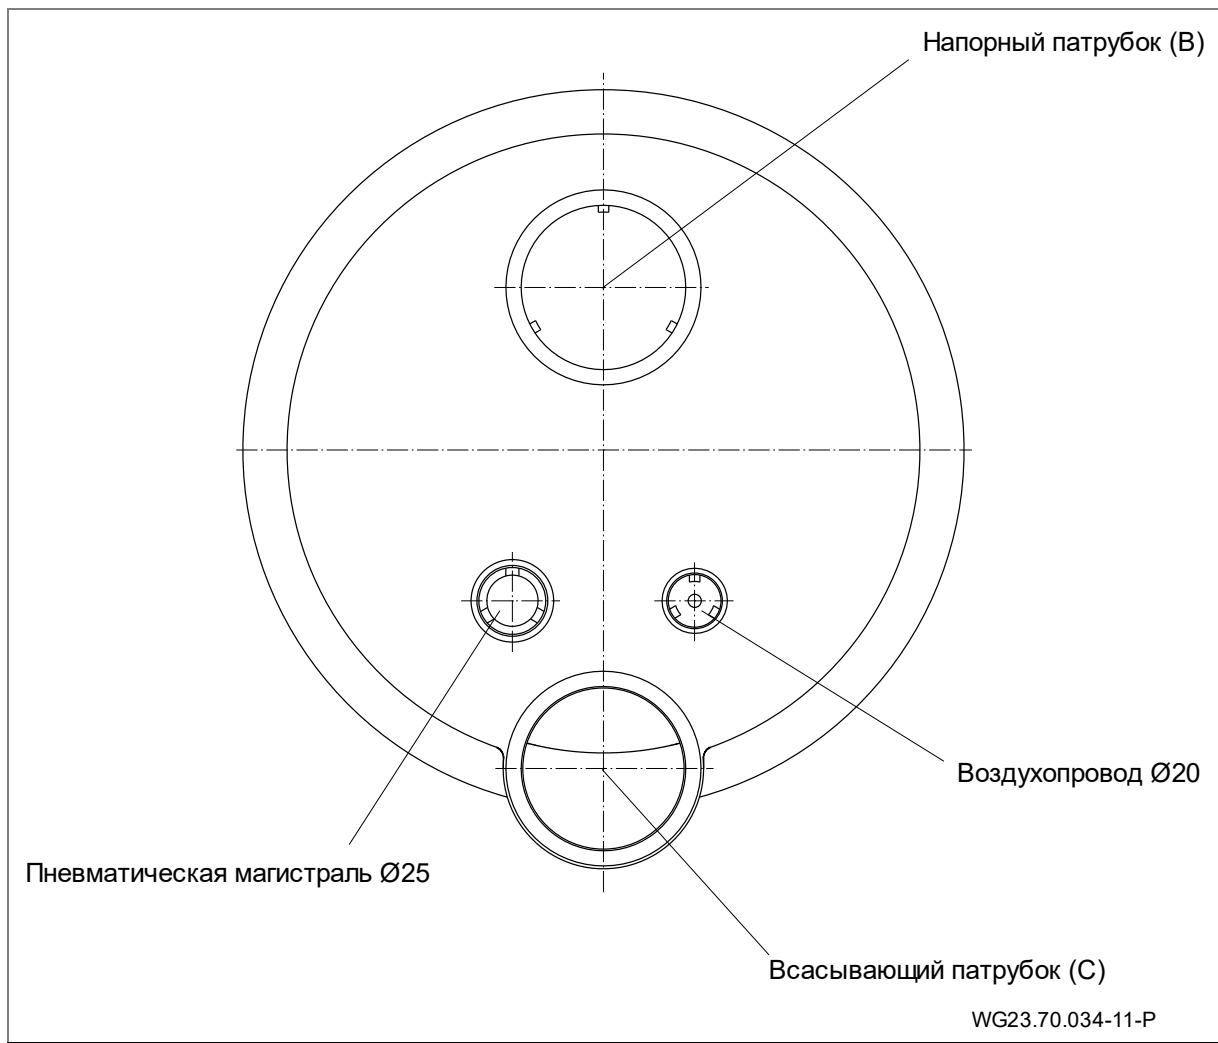
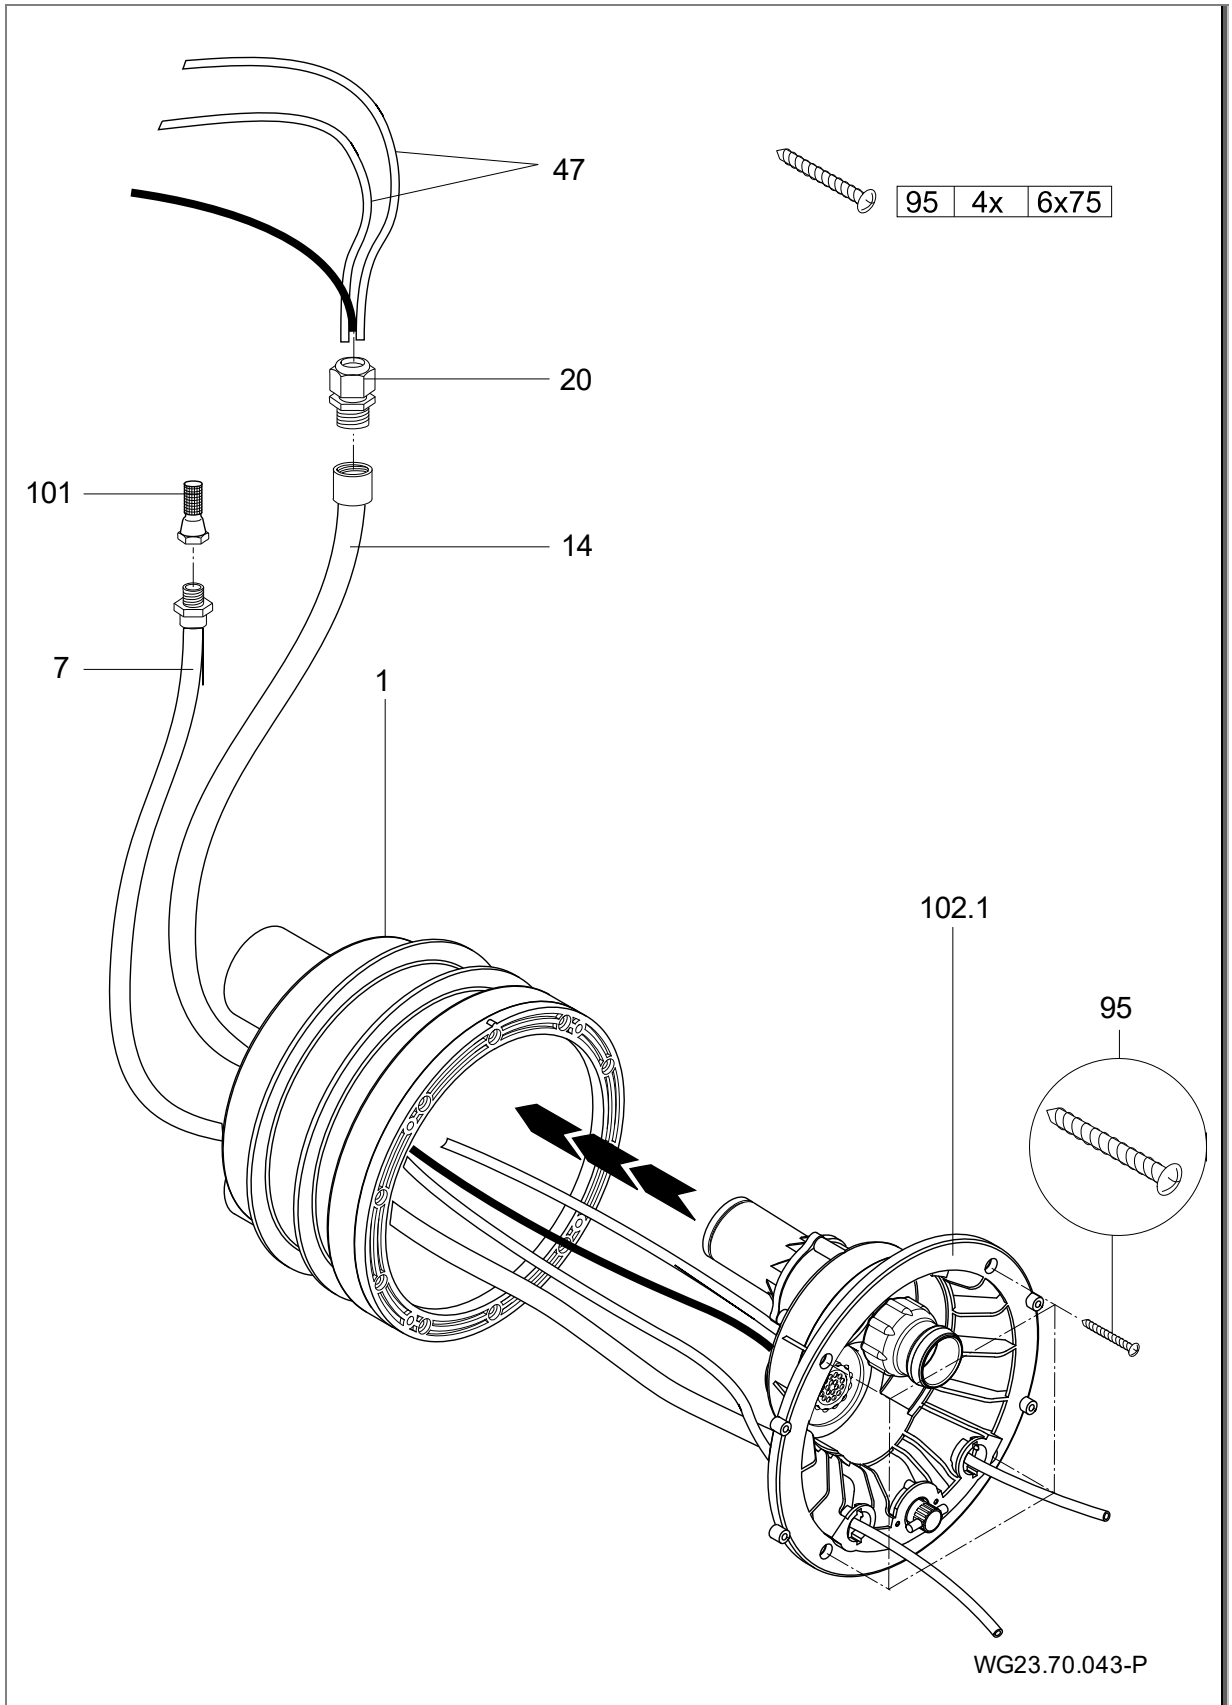

Рис. 16
Рис. 17
1. Вклеивание защитного шланга для кабеля и шланга пневмосистемы. (Рис. 16)
2. Установить сопловой корпус (102.1) на встраиваемом корпусе (1).
3. Провести пневматические шланги и кабели прожектора через защитный шланг (14) и уплотнить с помощью кабельного резьбового соединения (20).
4. Зафиксировать воздухопровод с помощью зажима (8) на заводском регуляторе давления воздуха (21).
5. Зафиксировать сопловой корпус (102.1) четырьмя саморезами (95) на встраиваемом корпусе (1). (Рис. 17)